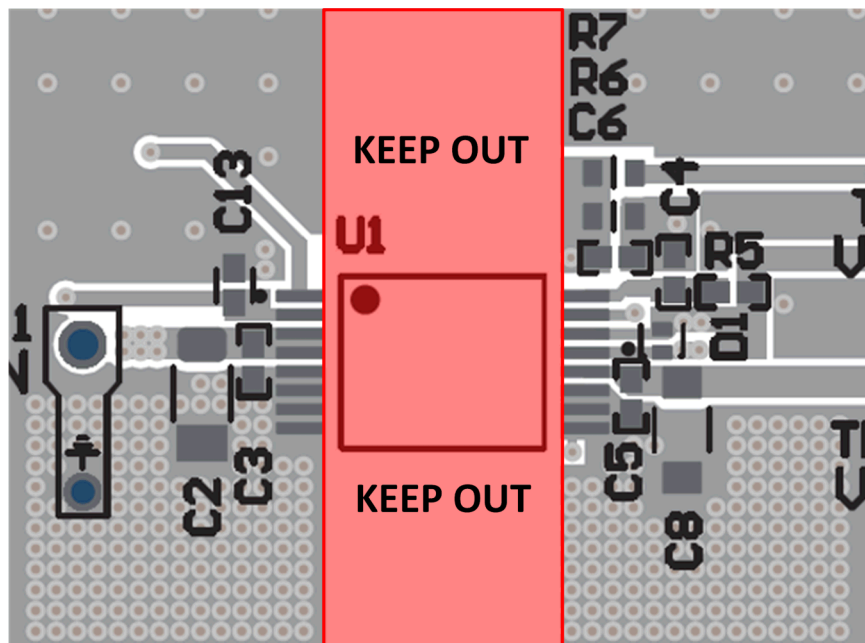

图 3-11. 隔离禁止区域
7. 爬电间隙：为了保持数据表中指定的完整爬电距离、间隙和电压隔离额定值，请避免布线信号线迹或将元件直接放置在 UCC35131-Q1 下方。在整个定义的隔离栅中，保持以红色突出显示的间隙宽度。基础型隔离的排除间隙可以比增强型隔离要求 (8.2mm) 小 50%。使用 8.2mm 可提供额外的裕度。图 3-11 所示为布局示例。